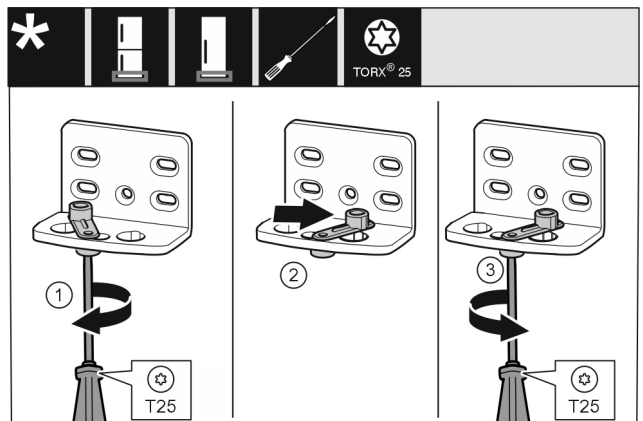

Fig. 15
- Visser la vis sans serrer avec un tournevis T25. Fig. 15 (1)
- Soulever le ressort de fermeture et le tourner de 90° à droite dans l'alésage. Fig. 15 (2)
- Serrer la vis avec un tournevis T25. Fig. 15 (3)